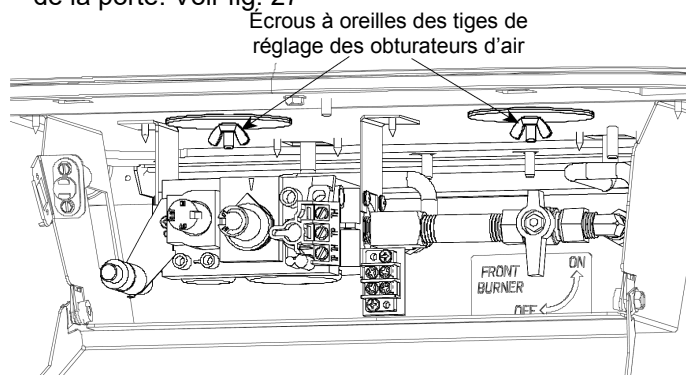

Figure 26. Les écrous à oreilles des obturateurs d'air sont accessibles par l'intérieur du compartiment des contrôles.
4. Retirez les 2 écrous à oreilles des obturateurs d'air, les rondelles plates et joints d'étanchéité des tiges filetées situées sous la chambre de combustion. Voir fig. 26.